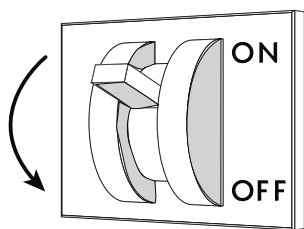

Fig. 39
- Togliere la tensione elettrica al banco tramite l'interruttore sezionatore generale a parete ("Fig. 39").